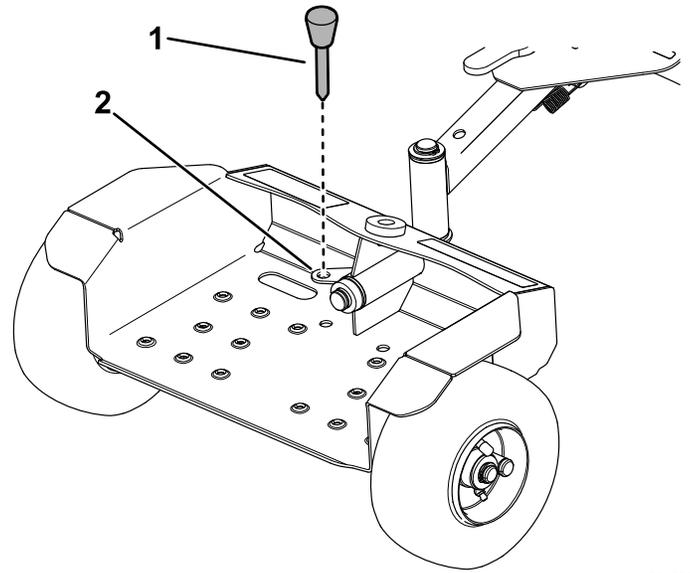

Figura 5
3. Stocate il perno di trasferimento nella piastra del perno illustrata nella Figura 5.
6. Per abbassare il sulky, spingetelo in avanti, tirate indietro il fermo e utilizzate la stegola per abbassare il sulky. Rimuovete il perno di trasferimento e stocatelo nella piastra del perno (Figura 5).